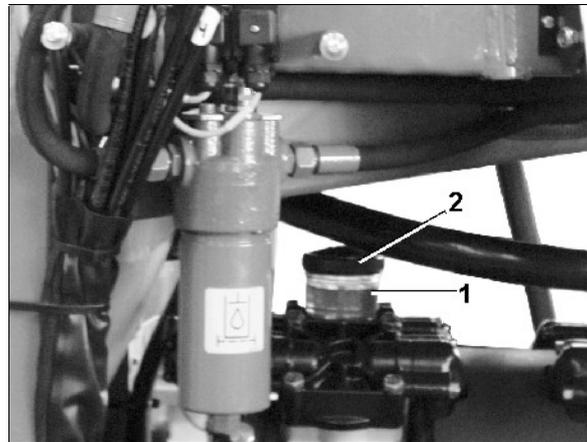

Fig. 194
1. Le niveau d'huile doit pouvoir être lu au repère dans le vase ou au voyant huile (Fig. 194/1) la pompe étant à l'arrêt et à l'horizontale.
2. Enlevez le couvercle (Fig. 194/2) et faites l'appoint d'huile si le niveau d'huile n'arrive pas au repère (Fig. 194/1).
2. Enlevez le couvercle (Fig. 194/2) abnehmen.
5. Faites tourner l'arbre d'entraînement à la main alternativement à droite et à gauche tout en versant lentement l'huile neuve. Le volume d'huile versé est correct lorsque l'huile arrive au repère dans le vase ou est visible à travers le voyant d'huile transparent (Fig. 194/1).